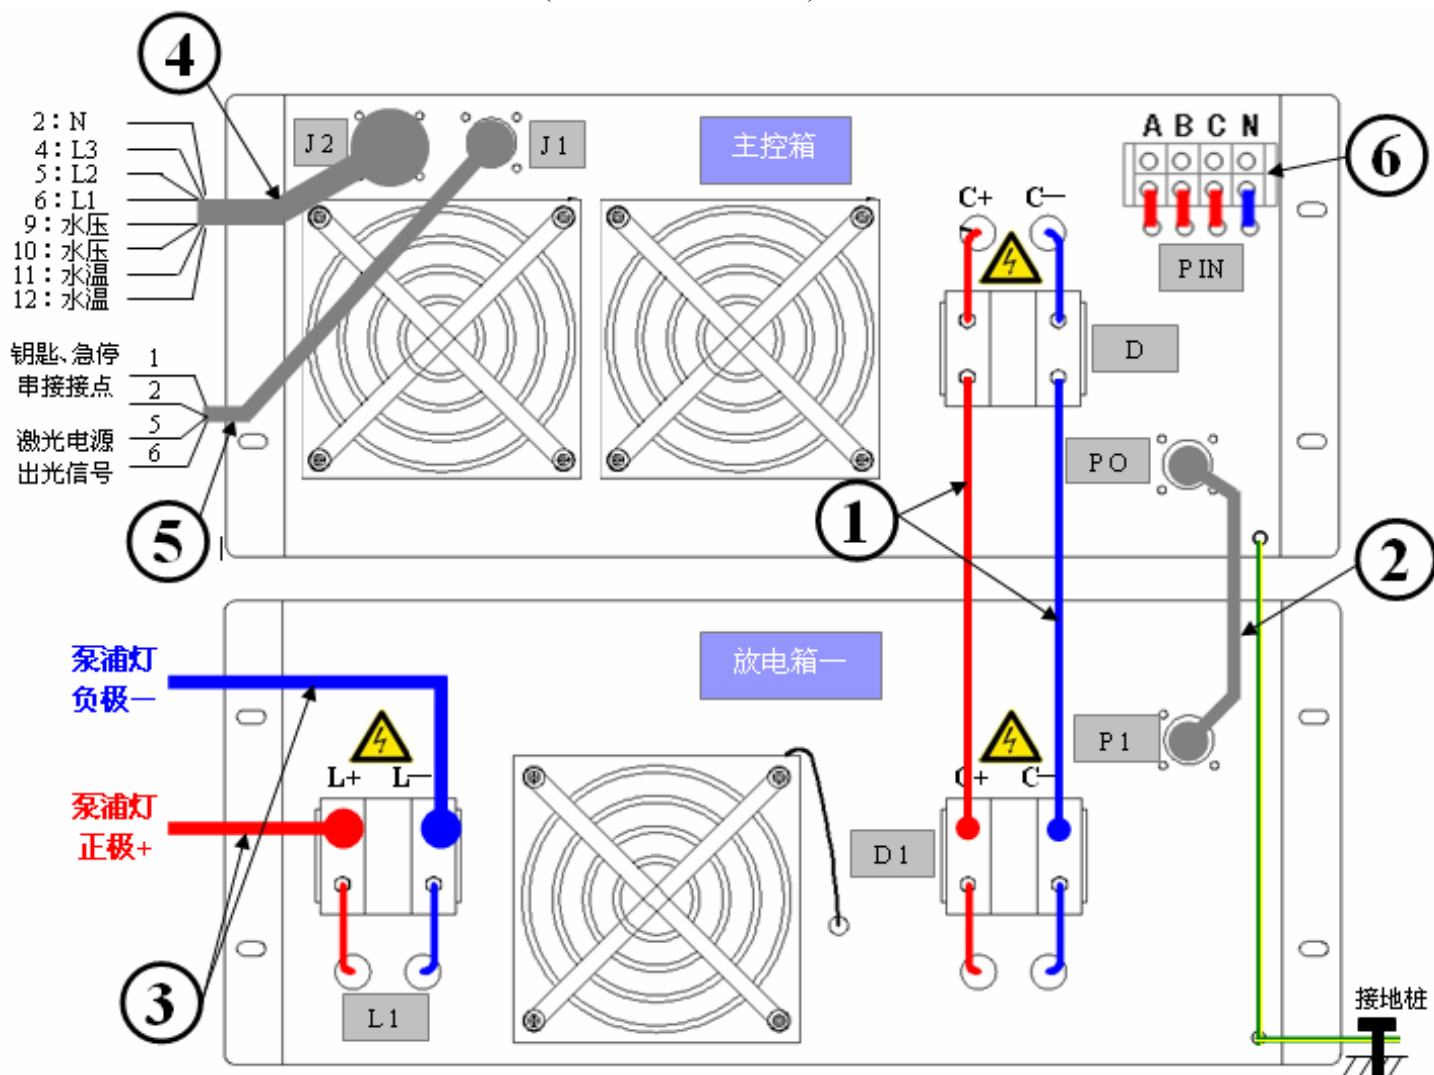

图 2-1 JS-V06 型灯泵浦脉冲激光电源安装示意图（后面板）
1. 将主控箱端子排 D 与放电箱一的端子排 D1 用 6mm² 的导线连接，如图 2-1 中①所示：（请注意导线的颜色）
2. 将主控箱电源输出航插 PO、放电箱一的电源输入航插 P1 用现有连接电缆(由本公司提供)连接好，如上图 2-1 中②所示；
3. 连接泵浦灯的灯极线 (>10mm² 绝缘好) 至放电箱一中的 L1 端子排, 如上图 2-1 中③所示(请注意灯线的正负极性);
4. 将主控箱中的制冷机组航插 J2 按照说明接至冷却设备, 如图 2-1 中④所示; J2 航插的具体针脚定义如下:
5. 将主控箱中的电源控制航插 J1 按照说明接至激光设备中的钥匙、急停串接接点(交流 220V), 以及激光设备中的出光按键或相应的控制接口, 如图 2-1 中⑤所示; J1 航插的具体针脚定义如下:
6. 最后将激光电源的主电源 (三相四线制 交流 380V) 接入主控箱中的总电源进端子排, 如图 2-1 中⑥所示。连接各个箱体的接地端子到用户的保护地接线桩子上, 如图中黄绿线所示: